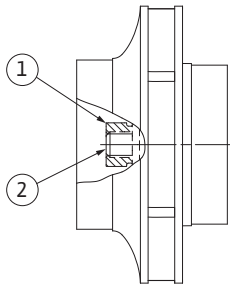

Fig. 49: Posición correcta de la tuerca de la rueda móvil después del montaje
29. Sujete el eje (ver paso 24) y apriete la tuerca de la rueda móvil con el par de apriete prescrito (ver Tab. 2 “Pares de apriete de tornillos”). La tuerca (Fig. 49, Pos. 1) tiene que estar a nivel del extremo del eje, aproximadamente en ± 0.02 in (± 0.5 mm) (Fig. 49, Pos. 2). Si esto no fuera el caso, afloje la tuerca y repita los pasos 25 a 29.